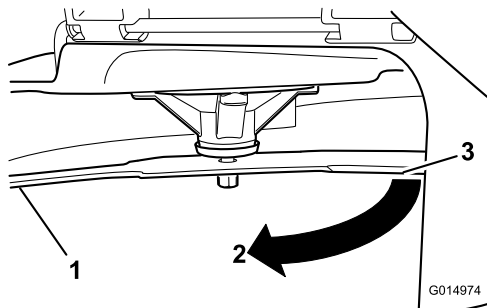

Figure 109
4. Tournez la même lame de 180 degrés pour amener le tranchant opposé à la même position (Figure 109).